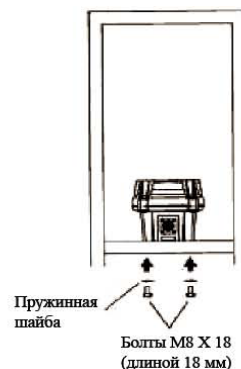

Рисунок 10
2. Закрепите поворотное устройство на монтажной плите опоры с помощью болтов М8 X 18 и пружинных шайб из комплекта поставки. Рекомендуется слегка смазать концы болтов тавотом, что в будущем облегчит демонтаж (см. Рисунок 10).